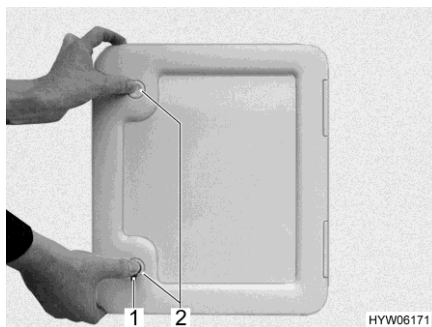

Fig. 287 Portillon pour le réservoir pour matières fécales
- Ouvrir le portillon pour le réservoir pour matières fécales à l'extérieur du véhicule. Insérer pour cela la clé dans le barillet du verrou de pression (Fig. 287,1 ou Fig. 288,1 ou Fig. 289,1) et la tourner d'un quart de tour dans le sens des aiguilles d'une montre.